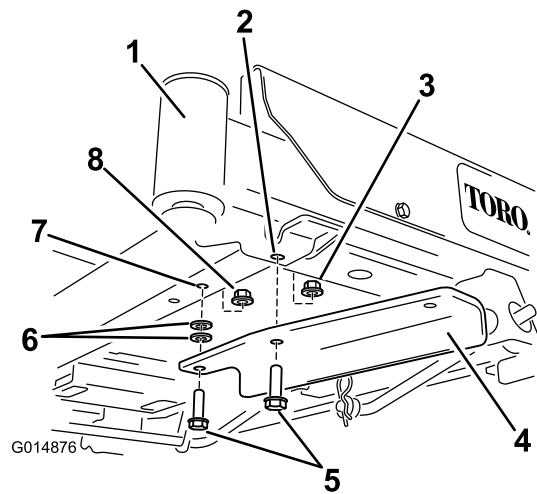

Bild 6
- Befestigen Sie an Maschinen ohne Hubfußpedal die Halterung mit zwei Schrauben ($\frac{3}{8}$ " x $1\frac{1}{4}$ "), zwei Scheiben und zwei Sicherungsmuttern ($\frac{3}{8}$ ") (Bild 6).